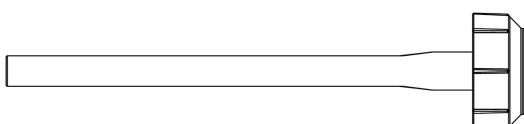

Abbildung 3: Aufnahmeverrichtung
- **Aufnahmeverrichtung (Abbildung 3)**